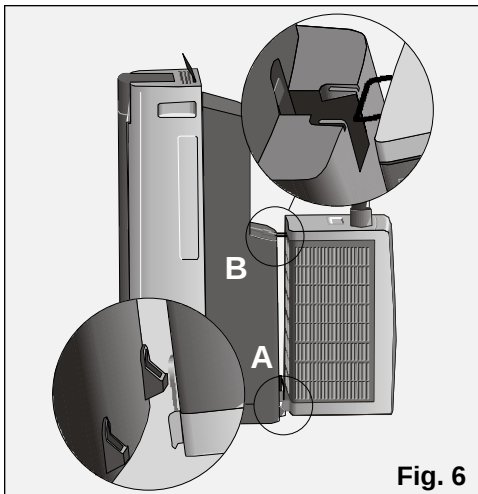

Fig. 6
- ❑ Pour transporter plus facilement tout l'appareil, accrochez l'unité extérieure de l'unité intérieure comme l'indique la **Fig. 6**. Pour cela, vous devrez introduire d'abord les parties saillantes inférieures (**A**), et ensuite la tige supérieure (**B**) de l'unité extérieure dans l'unité intérieure.